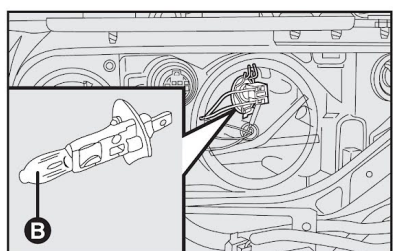

fig. 18
## FARÓIS ALTOS - fig. 18
- Extrair a lâmpada **B-fig. 18** e substituí-la;